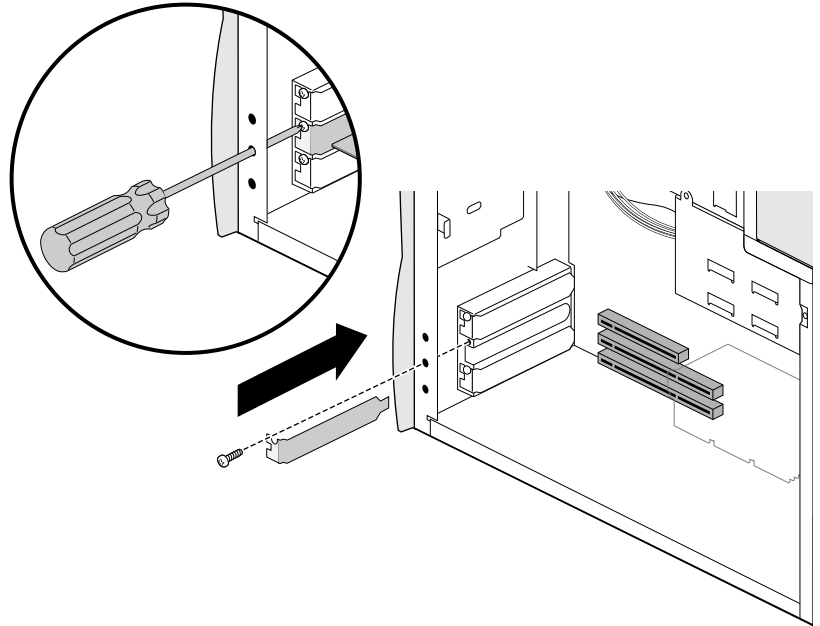

Abbildung 5-4 Einbauen einer Blende in einem PCI-Steckplatz
6. Wenn Sie in dem Steckplatz keine andere Karte installieren, setzen Sie wie in Abbildung 5-4 eine Blende ein.